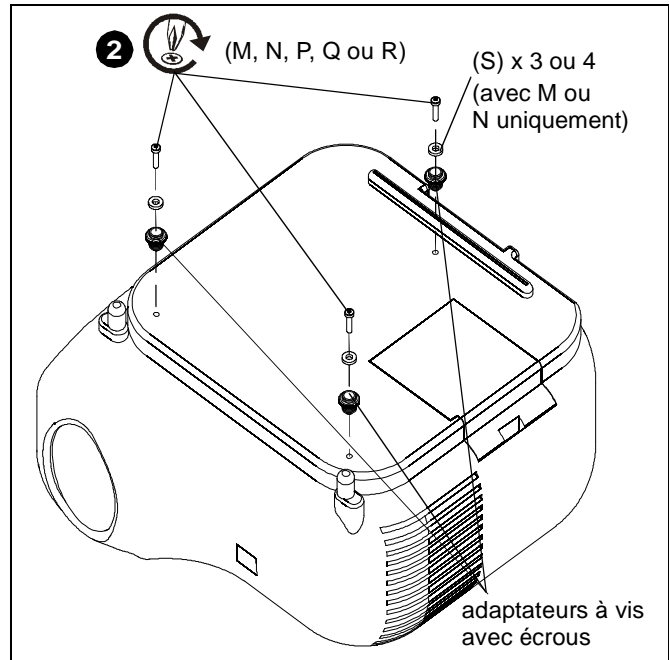

Figure 2
2. Insérez les vis dans les rondelles plates M4 (S), les adaptateurs à vis avec les écrous de réglage de la hauteur dans les trous du projecteur. (See Figure 2)